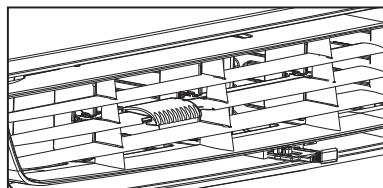

Figure 2 (AIRE FRESCO)
2. Mezclar aire en la estancia - aire fresco (ver Fig. 2)